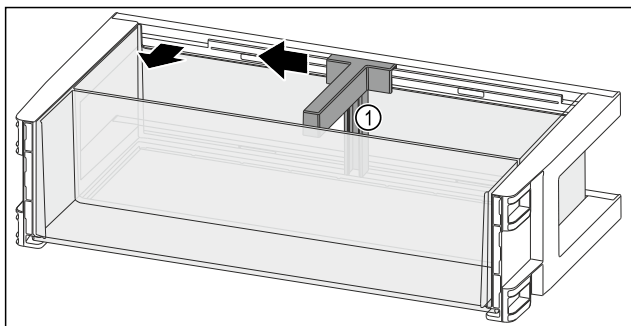

Fig. 121
- Spingere il portabottiglie Fig. 121 (1) lateralmente fino all'incavo.
- Rimuovere il portabottiglie Fig. 121 (1).